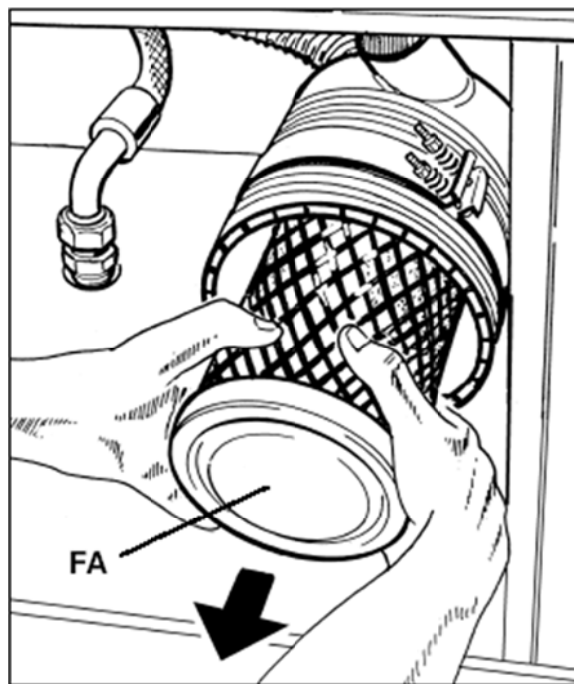

рис.13
- Извлечь воздушный фильтр из корпуса, как показан на рис.13.